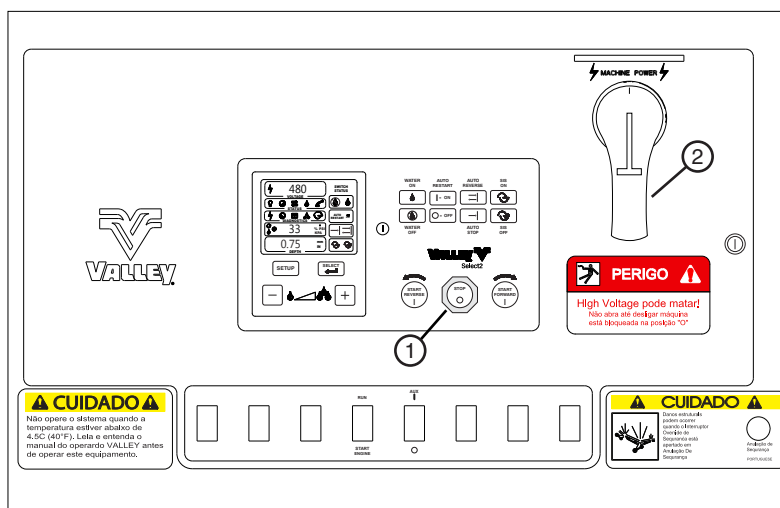

Figura 42-2 1. Botão Stop.
1. Premir o botão STOP. Ver a figura 42-2.
2. Rodar o seccionador principal para a posição OFF. Ver a figura 42-2.